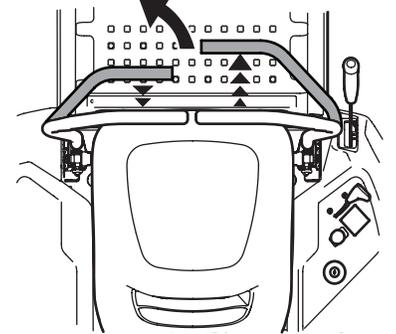

Figura 3-5
1. Para girar a la izquierda, mueva la palanca de control de la transmisión izquierda hacia atrás respecto de la palanca derecha. Consulte Figura 3-5.